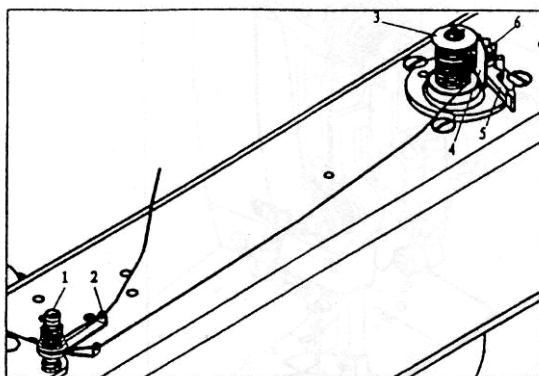

Fig.3
| 6. REGLAGE DU DEVIDOIR (Fig. 3) | 5 |
6. REGLAGE DU DEVIDOIR (Fig. 3)